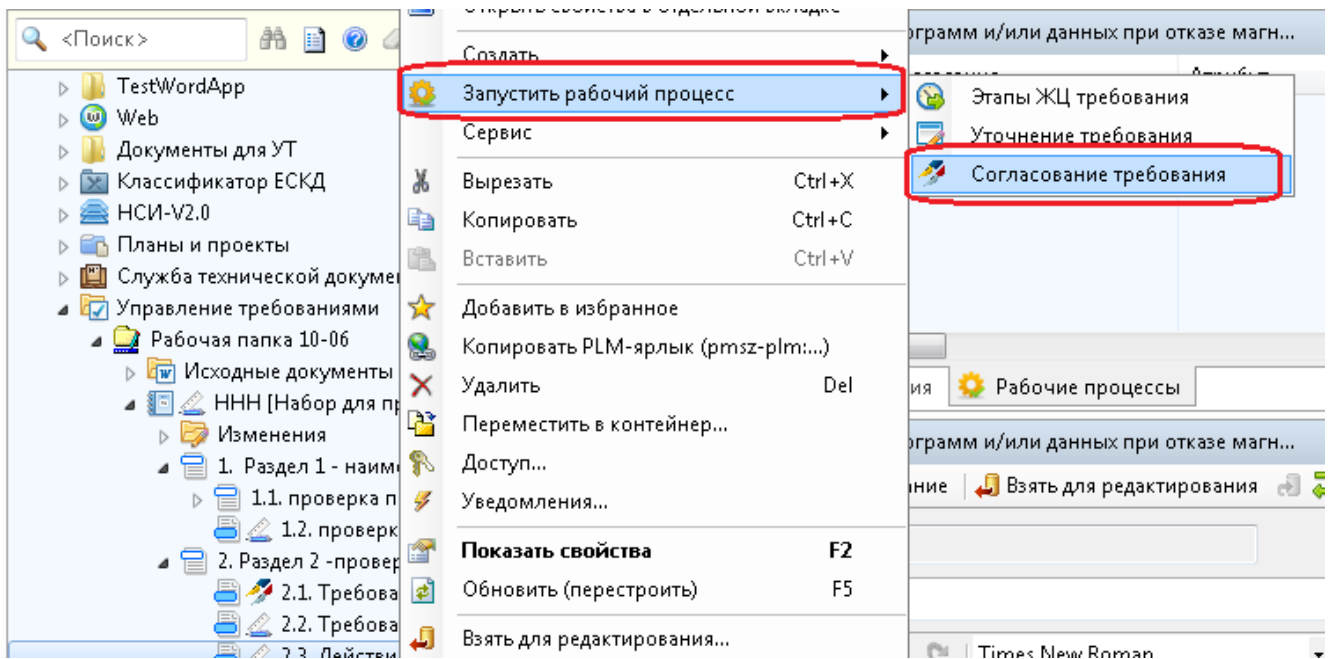

Рисунок 82 — Запуск рабочего процесса согласования требования
- выбрать из контекстного меню «Запустить рабочий процесс – Согласование требования» (Рисунок 82);